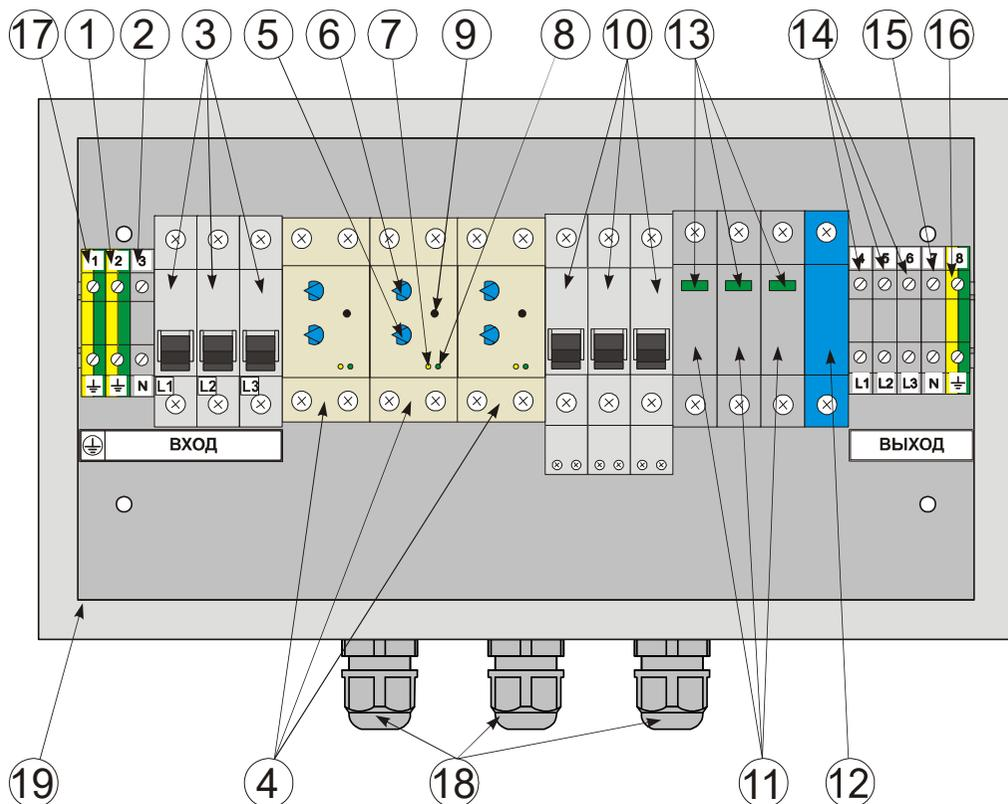

Рисунок 3 – Внешний вид, назначение органов подключения, управления и индикации ЩЗК-3-УЗК
7.1.3 Закрепите ЩЗК на вертикальной поверхности входящими в комплект поставки дюбелями и шурупами. Перед креплением ЩЗК-3-УЗК, для удобства крепления, необходимо отключить проводник от клеммного блока поз. 1 (см. рисунок 3). После установки ЩЗК-3-УЗК, подключите отключенный проводник на прежнее место.